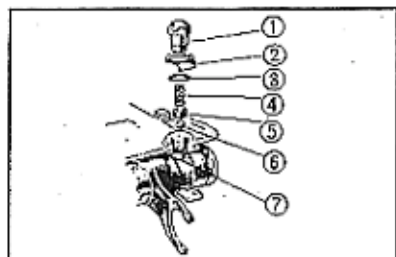

Fig. 3-83 ① Molla. ⑤ Cappellotto della molla.
3. Collocare la parte incavata nel tamburo selettore come indicato in fig. 3-83 ed installare la sfera di acciaio, il cappellotto della molla e la molla, e quindi bloccare il tutto mediante il bullone di fissaggio.